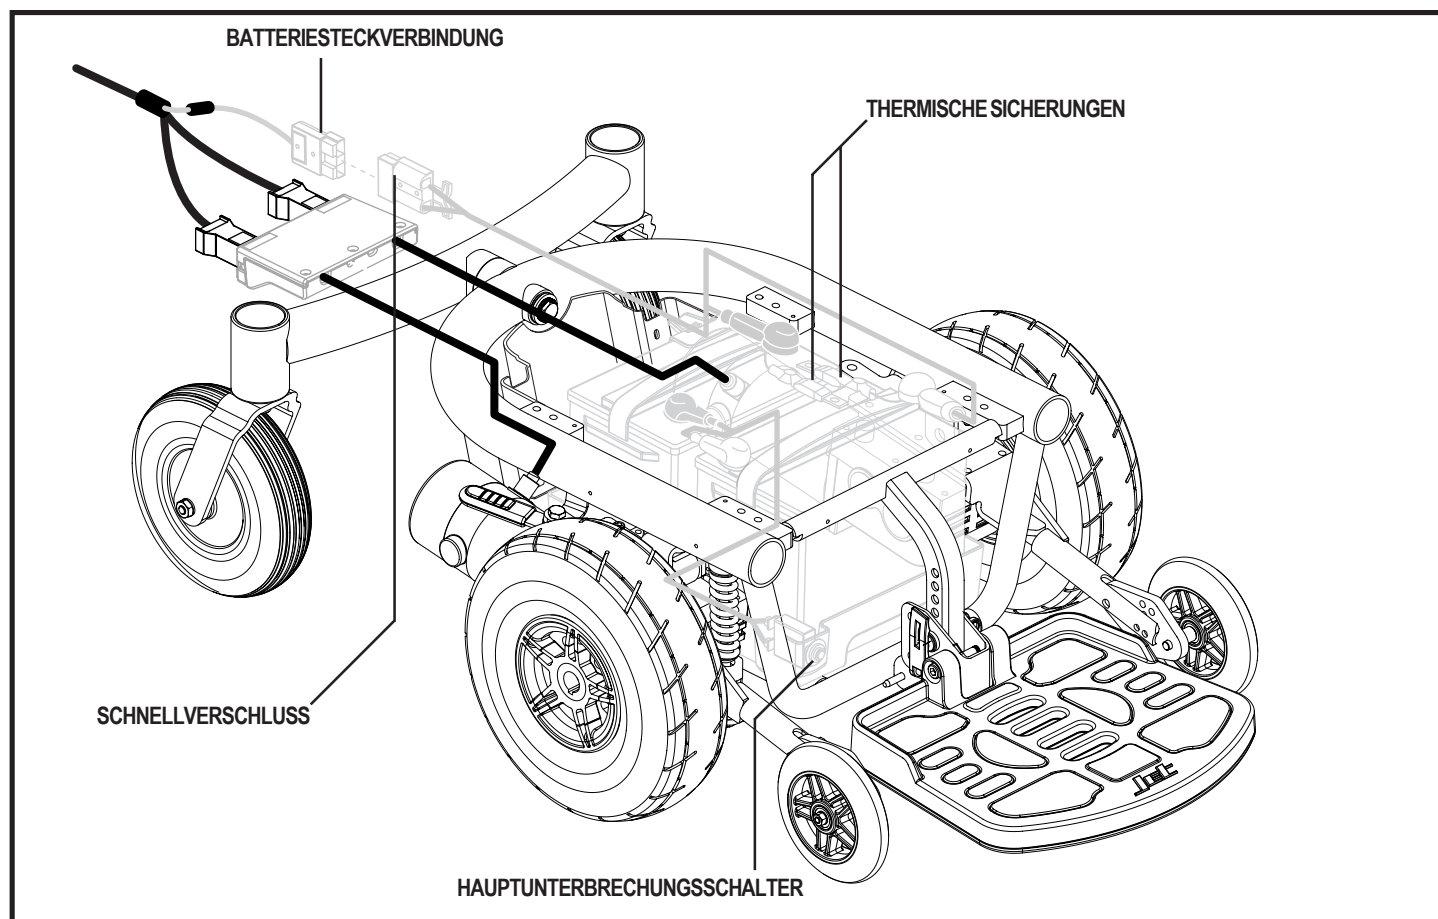

Abb. 26. Jet 3 Ultra Batteriesteckverbindungen
5. Trennen Sie die Batteriesteckverbindung. Siehe Abb. 26.